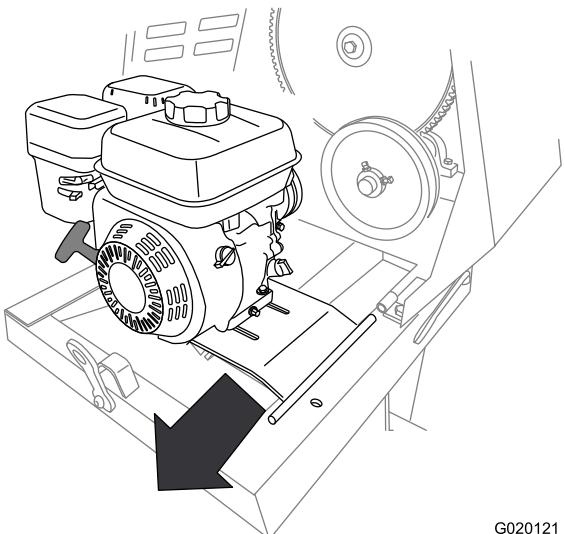

Figure 51
8. Poussez le plancher moteur en arrière et sortez-le du support de charnière avant (Figure 51).
- Déposez le moteur et le plancher moteur de la machine (Figure 51).
- Alignez le pivot du plancher moteur sur le support de charnière avant (Figure 51).
- Poussez le plancher moteur en avant et le pivot dans le support de charnière avant (Figure 51).
- Alignez le support de charnière arrière sur le pivot de la charnière du plancher moteur (Figure 51).